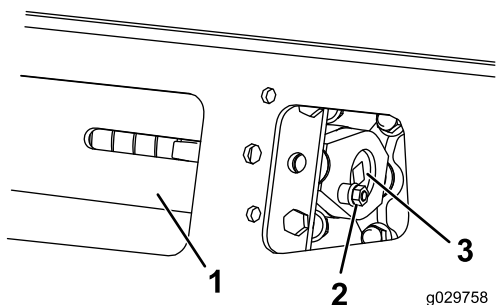

Figura 53
3. Togliete il bullone di bloccaggio e il dado (Figura 53).
5. Allineate l'intaglio più vicino della vite di tensione al foro del bullone di bloccaggio e fissate la vite con il bullone di bloccaggio e il dado (Figura 53).
3. Utilizzando una chiave a tubo da 1/2 pollice, scaricate la tensione girando la vite di tensione in senso orario (Figura 53 e Figura 54).